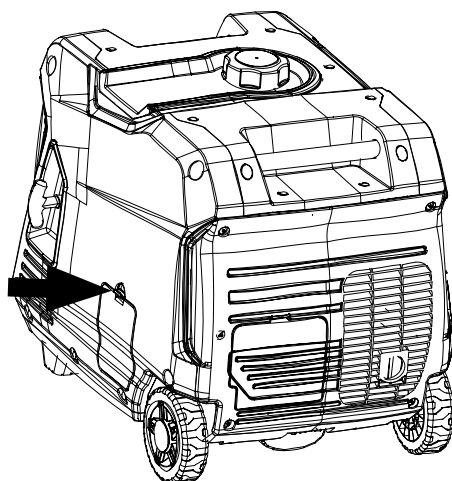

Figure 3: Panneau de service d'huile
1. Déclipser et retirer le panneau de service d'huile pour accéder au bouchon de remplissage / vidange d'huile (voir Figure 3).